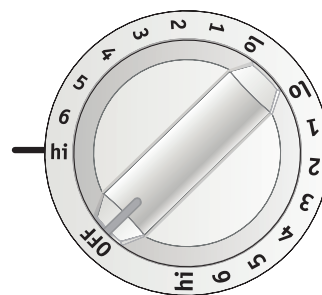

Figure 2
Votre table de cuisson possède un ou deux éléments radiants doubles. Les graduations sur le bouton de commande indiquent quelle zone de l'élément double fonctionne. Les petites graduations indiquent que seule la zone interne de l'élément fonctionne (Fig. 2). Les grandes graduations indiquent que les deux zones de l'élément double fonctionnent (Fig. 3). Vous pouvez passer d'une zone à l'autre à tout moment durant la cuisson.
2. Poussez et tournez le bouton tel que montré à la figure 2 pour faire fonctionner la zone interne de l'élément double ou tel que montré à la figure 3 pour faire fonctionner l'élément double au complet.